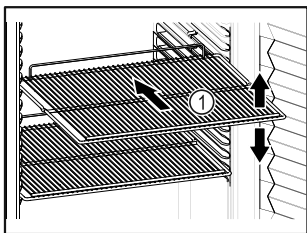

Fig. 59 Shembull ilustrues
- Nëse raftet me rrjetë Fig. 59 (1) mund të zhvendosen, atëherë përshtatini sipas lartësisë.